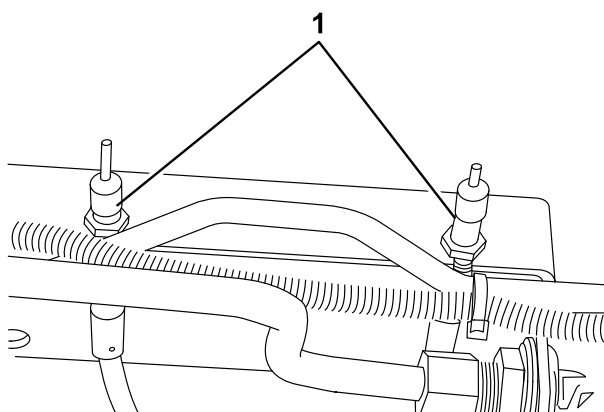

図 75
2. ブレーキの踏みしろの遊びを減らすには、まず、ブレーキケーブル図 75 の端にある前ナットをゆるめる。後ナットを締めてケーブルを後方に移動させてブレーキペダルの遊びが 12 - 25 mm になるようにする。調整ができれば前ナットを締める。